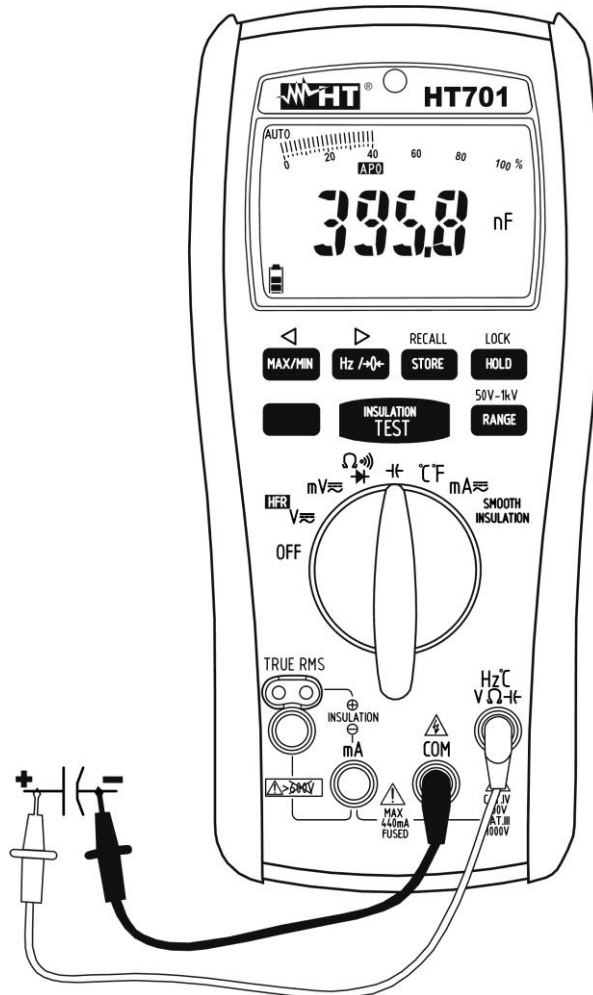

Fig. 8 : Utilisation de l'instrument pour mesure de capacité
4. Insérer le câble rouge dans l'entrée du jack **H_z CV Ω ||-** et le câble noir dans l'entrée du jack **COM** (voir la Fig. 8).